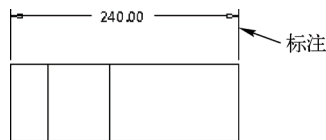

图 4-3 标注尺寸一
STEP 03 在绘图区中最上方的水平直线上单击鼠标左键，移动鼠标指针至上方合适位置，单击鼠标中键，标注尺寸，如图 4-3 所示。